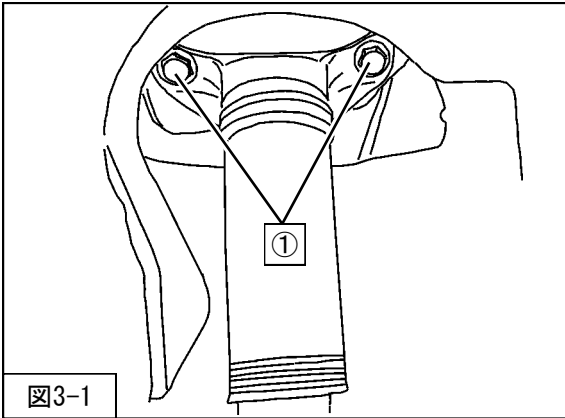

図3-1
2. ①リアショックアブソーバASSYアッパー取付ボルトを取外してください。（図3-1）